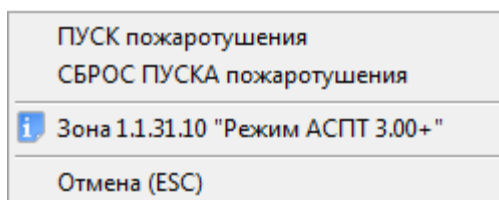

Рисунок 8-146 Контекстное меню для входа с типом "Режим прибора"
- Управление пуском пожаротушения и сбросом (отменой) пуска пожаротушения (см. Рисунок 8-146);